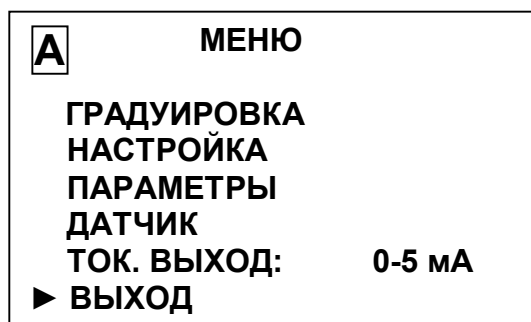

Рисунок 1.9
1.5.5.3 Работа с экраным МЕНЮ [А] и МЕНЮ [В] (рисунок 1.9)